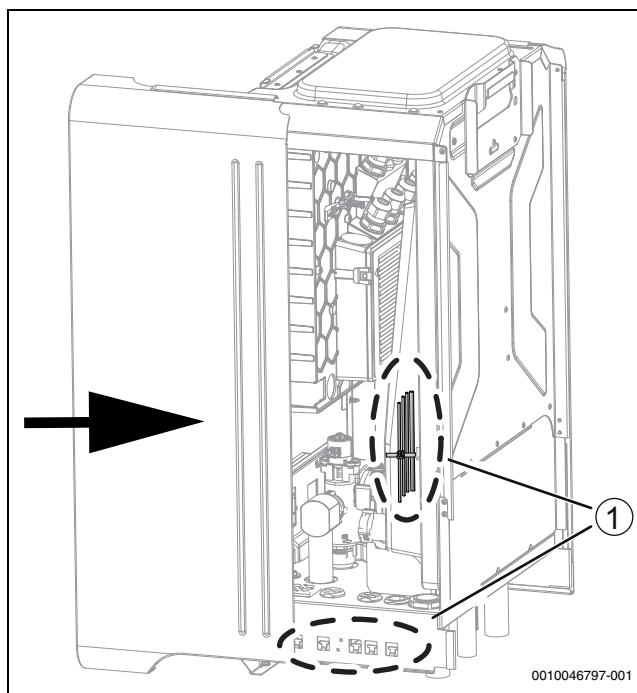

Fig. 35 Faites glisser le couvercle latéral en place
- ▶ Assurez-vous qu'aucun câble n'est coincé entre le capot latéral et la structure (→ Figure 35 [1]).